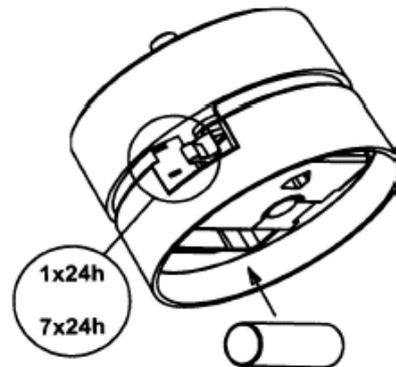

Fig. 12
5.4.2 Instalación de una batería nueva (Fig. 12) (Batería estándar LR6 / AA 1,5 V)